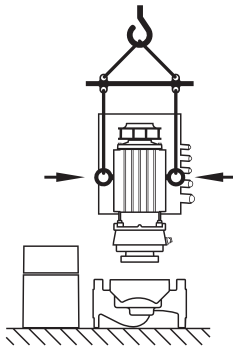

Fig. 9: Transporte del motor
- Si fuera necesario, p. ej., en caso de reparación, se pueden trasladar las argollas de transporte desde la brida del motor a la carcasa del mismo (véase, p. ej., Fig. 9). Antes del montaje de las argollas de transporte en la carcasa del motor, desatornille los espaciadores de las aberturas para dichas argollas (Fig. 7 pos. 20b) (véase el capítulo 10.2.1 “Sustitución del cierre mecánico” en la página 244).
- Si se han trasladado las argollas de transporte de la brida del motor a la carcasa del mismo, éstas sólo se pueden usar para cargar o transportar el juego de introducción (Fig. 9), quedando excluidos el transporte de la bomba completa y la separación del juego de introducción de la carcasa de la bomba.